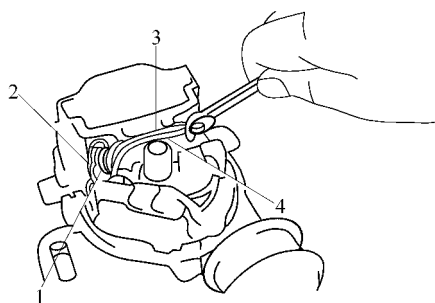

图 5-55 将 4 根配线连接到点火线圈上
3) 按图 5-55 所示, 用两个螺母将 4 根配线连接到点火线圈的接线柱上。